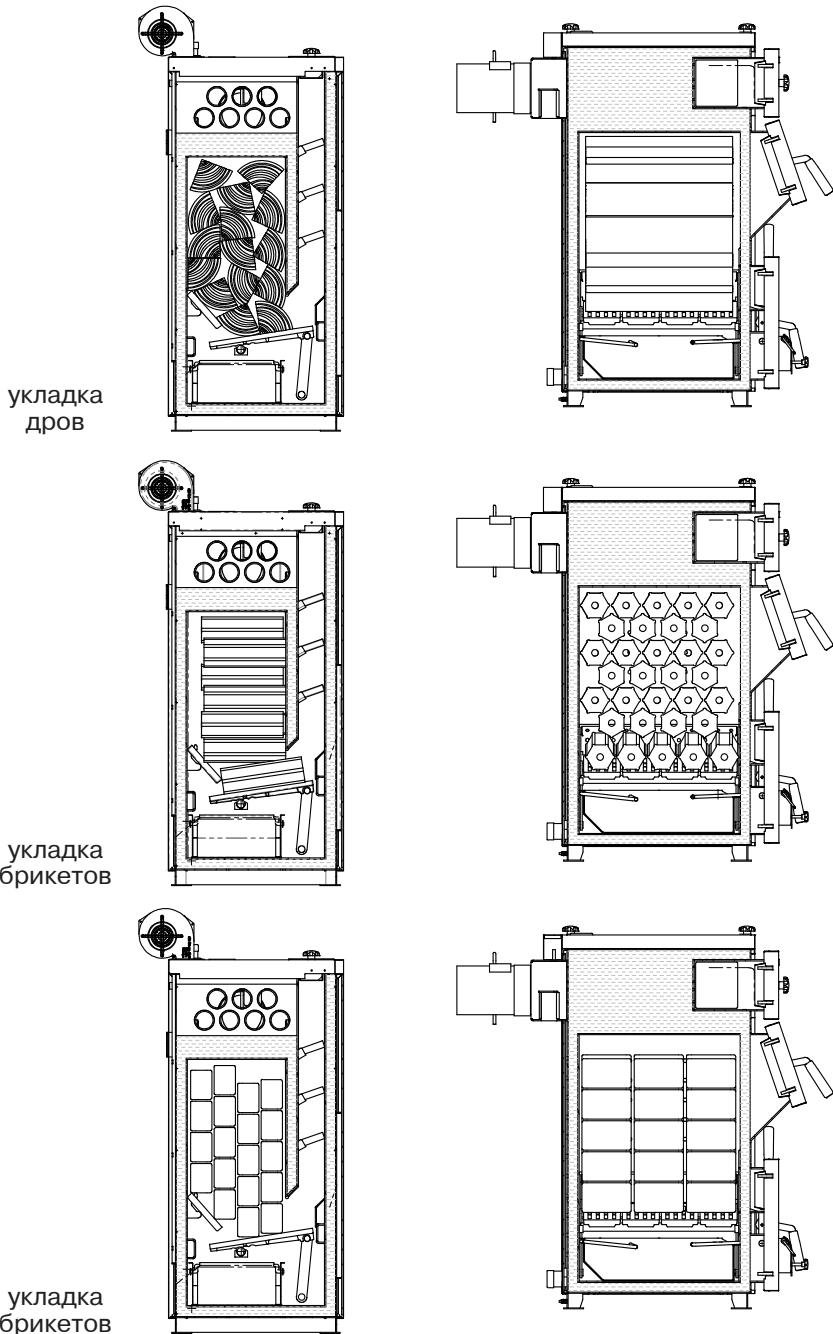

Рис.9 Варианты укладки топлива
6.5. Монтаж котла с гидроразделителем следует производить в соответствии с вариантом схемы отопления, показанной на рис.9.
Варианты укладки топлива в топочное пространство приведены на рис.9.